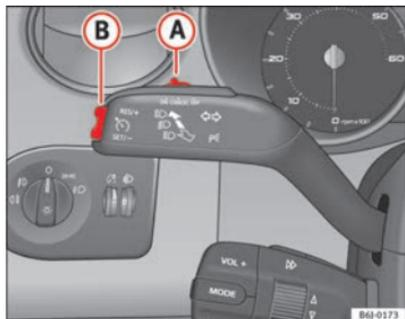

Fig. 114 Leva degli indicatori di direzione e degli abbaglianti: interruttore e tasto di comando del regolatore di velocità
- Quando il veicolo raggiunge la velocità che si intende poi mantenere, premere una sola volta sulla parte inferiore del tasto **SET** ⇒ fig. 114 **B**.